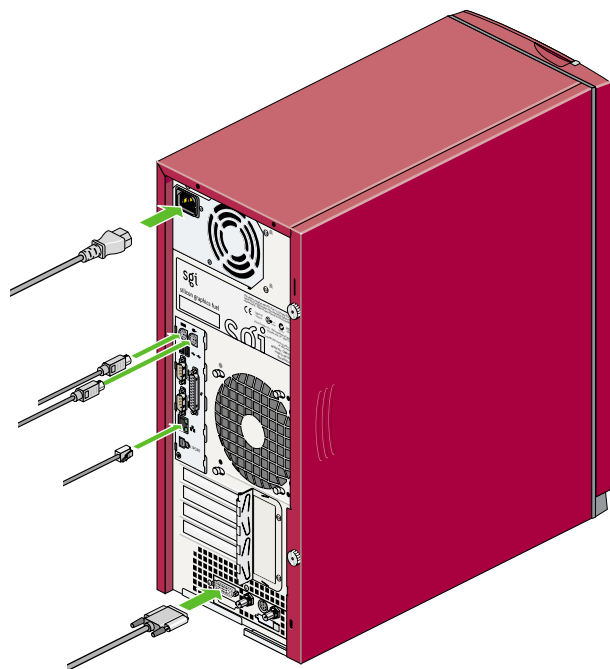

図 4-8 システム・ケーブルの接続
4. 筐体の背面にすべてのシステム・ケーブルを接続します (図 4-8 を参照してください)。